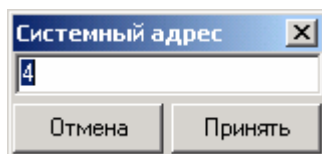

Рис. 18. Окно ввода системного адреса
3. в окне (рис. 18) ввести требуемый системный адрес и нажать кнопку **Принять**.